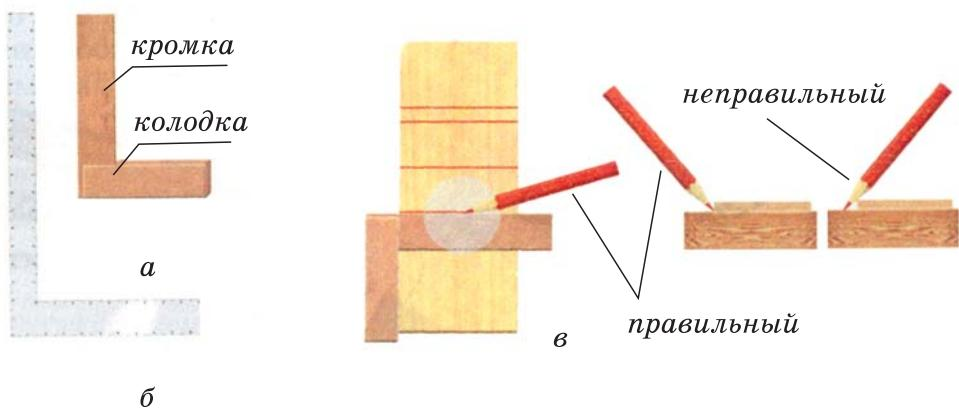

Рис. 7. Угольники столярные:
* Угольником проверяют, измеряют и вычерчивают прямые углы (рис. 7);